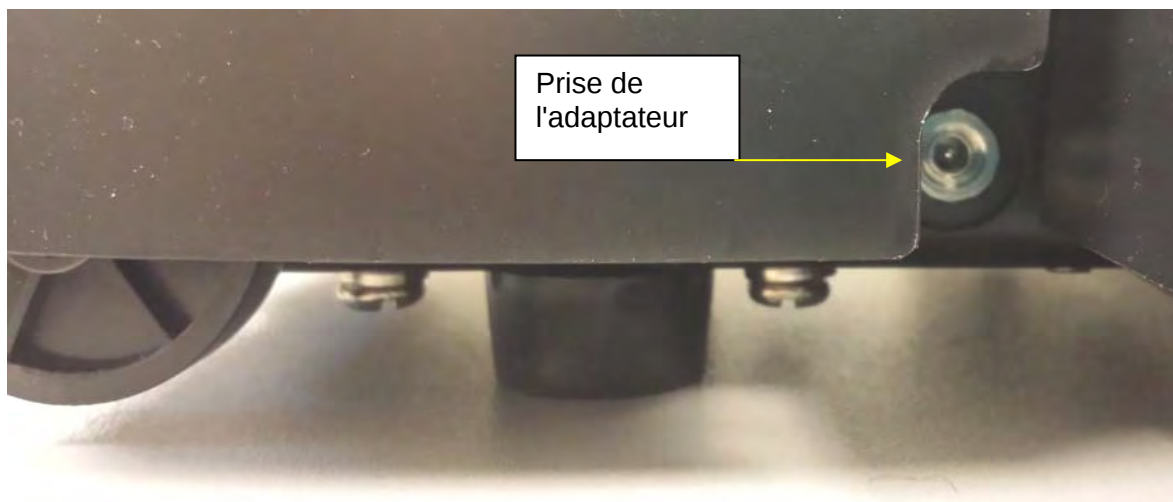

Figure 7
1. Reliez l'adaptateur AC (non-inclus) dans la prise de l'adaptateur sur la plateforme de la balance **C** (voir Figure 7).